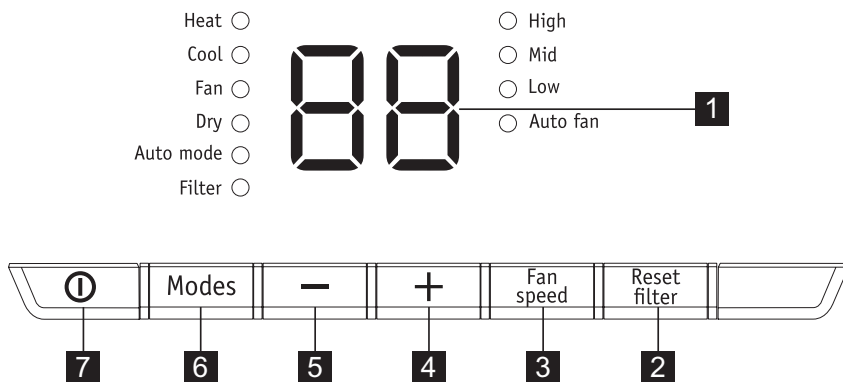

Rys. 13
4. Uciąć folię dekoracyjną na odpowiednią długość i przykleić do przedłużenia (rys. 13).